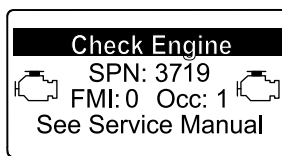

Bild 56
- Motorwarnung SPN 3719, FMI: 0 (Bild 56)